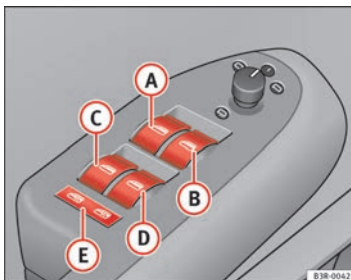

Abb. 79 Ausschnitt aus der Fahrertür: Schalter
-  Schalter ⇒ Abb. 79 für das Fenster in der Fahrertür
Mit dem Sicherheitstaster ⇒ Seite 113, Abb. 79 Ⓔ können die Schalter an den hinteren Türen außer Betrieb gesetzt werden. Nur wenn der Schalter hineingedrückt ist, lassen sich die Fenster von den Fondsitzen aus öffnen oder schließen.